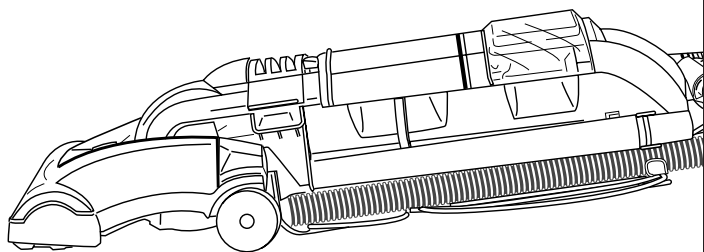

FIG. 26
- Step 1:** Lower handle to floor to change lightbulb (FIG. 26).
Étape 1 : Baisser le manche jusqu'au plancher pour changer l'ampoule (FIG. 26).
Paso 1: Baje el mango hasta el piso para cambiar el foco de luz (FIG. 26).